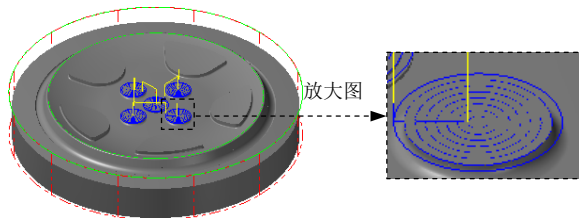

图 15.48 刀具路径
(2) 设置刀具号码。在“定义刀具-机床群组-1”对话框的**刀具号码**文本框中，将原有的数值改为6。
(3) 设置刀具的加工参数。单击“定义刀具-机床群组-1”对话框中的**参数**选项卡，在**进给率**文本框中输入值200.0，在**下刀速率**文本框中输入值100.0，在**提刀速率**文本框中输入值500.0，在**主轴转速**文本框中输入值2000.0。
(4) 设置冷却方式。在**参数**选项卡中单击**Coolant...**按钮，系统弹出“Coolant...”对话框，在**Flood**（切削液）下拉列表中选择**On**选项。单击该对话框中的**✓**按钮，系统返回至“定义刀具-机床群组-1”对话框。
Step8. 设置浅平面精加工参数。在“曲面精加工浅平面”对话框中单击**浅平面精加工参数**选项卡，在**浅平面精加工参数**选项卡的**大切屑间距 (M)**文本框中输入值2.5；选中**✓** **切削顺序依照最短距离**复选框；单击**✓**按钮，系统返回至“曲面精加工浅平面”对话框。
Step9. 单击“曲面精加工浅平面”对话框中的**✓**按钮，同时在图形区生成图15.48所示的刀具路径。